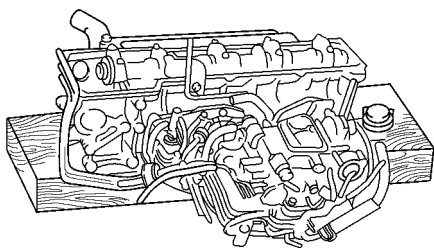

图 1-14 将缸盖放在台架木块上
- 3) 从气缸体的接合面抬起气缸盖, 将缸盖放在台架上的木块上, 如图 1-14 所示。